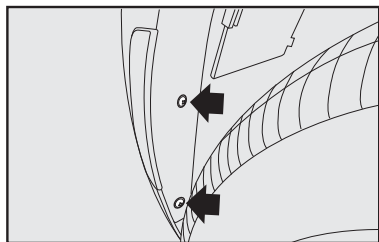

fig. 24
- Desapertar os dois parafusos de fixação do para-barro **fig. 24**;